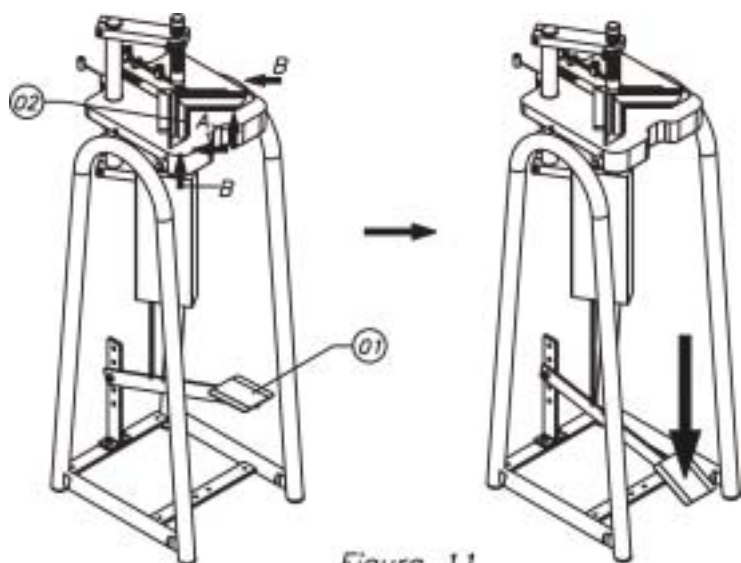

Figura 11
- 1) Posicionar o perfil, conforme figura 11 (02);
- 2) Segurar os perfis forçando-os simultaneamente nos sentidos das setas (A) e (B);
- 3) Pressionar o pedal figura 11 (01), até o final do curso.